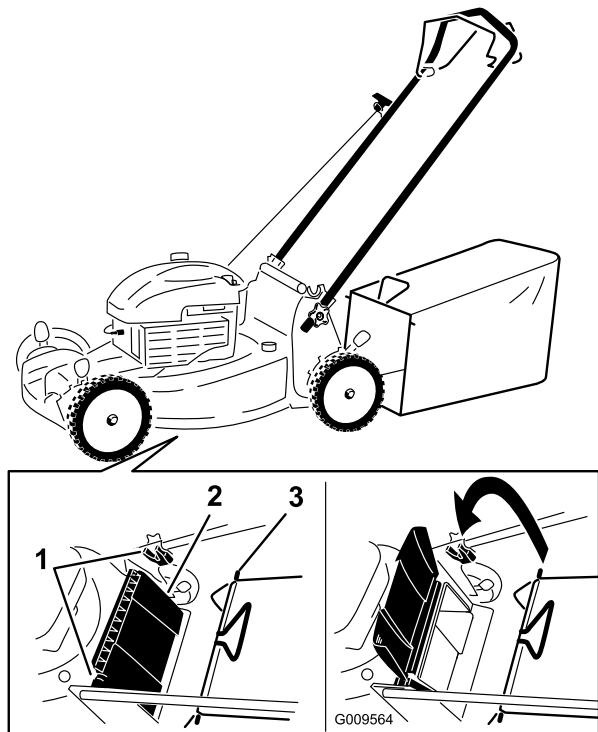

Figura 14
1. Sollevate il deflettore posteriore e tenetelo sollevato (Figura 14).
2. Montate il cesto di raccolta, accertandovi che i suoi perni siano inseriti nelle tacche presenti sulla stegola (Figura 14).